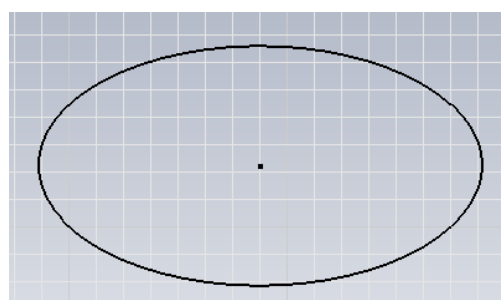

Figura 3.6 Generación de una elipse a través de 3 puntos.
- Finalice con el botón izquierdo del ratón y pulse ESC, figura 3.6